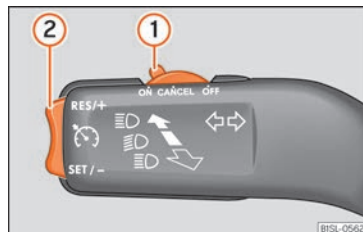

Fig. 140 En la palanca de los intermitentes: mandos para el manejo del GRA.
- Desplace el mando » » » **fig. 140 ①** hasta **ON**.
- Pulse el botón » » » **fig. 140 ②** en la zona **SET / -**.
- Desplace el mando » » » **fig. 140 ①** hasta **CANCEL** o pise el freno.
- Pulse el botón **RES/+** **fig. 140 ②** en la zona **RES/+**.
Mientras el GRA regula se puede ajustar la velocidad guardada con la tecla **fig. 140 ②**:
- Para aumentar en pasos de 1 km/h (1 mph) pulse brevemente el botón **fig. 140 ②** en la zona **RES/+**.
- Para aumentar la velocidad ininterrumpidamente mantenga pulsado el botón **fig. 140 ②** en la zona **RES/+**.
- Para reducir en pasos de 1 km/h (1 mph) pulse brevemente el botón **fig. 140 ②** en la zona **SET/-**.
- Para reducir la velocidad ininterrumpidamente mantenga pulsado el botón **fig. 140 ②** en la zona **SET/-**.
- Desplace el mando **fig. 140 ①** a **OFF**.